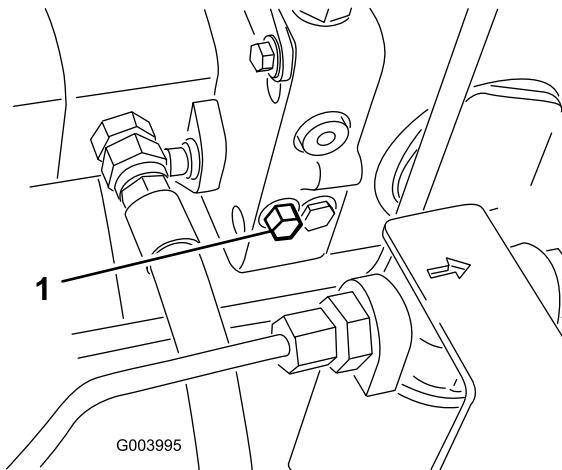

Figura 35
1. La válvula de desvío está situada en el lado izquierdo del hidrostato (Figura 35). Gire el perno una vuelta y media para abrirla y dejar pasar el fluido internamente.